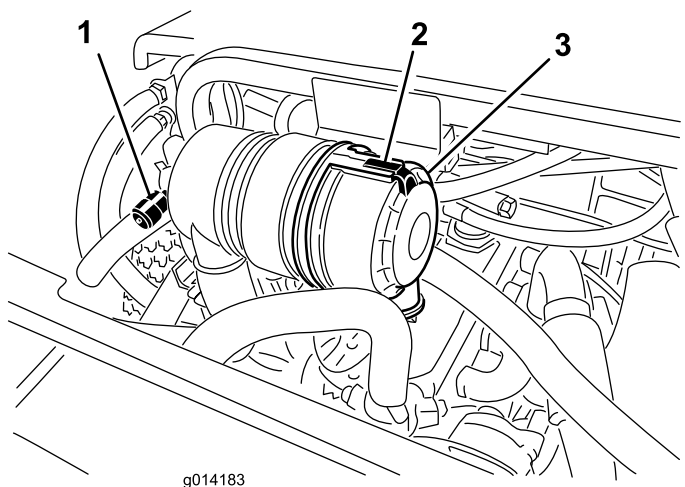

Рисунок 31
Обслуживание фильтра воздухоочистителя следует производить только при соответствующих показаниях индикатора необходимости технического обслуживания (Рисунок 31). Более частая замена воздушного фильтра (без необходимости) ведет лишь к повышению вероятности попадания грязи в двигатель при снятии фильтра.
1. Откройте защелку, фиксирующую крышку воздухоочистителя на его корпусе (Рисунок 31).